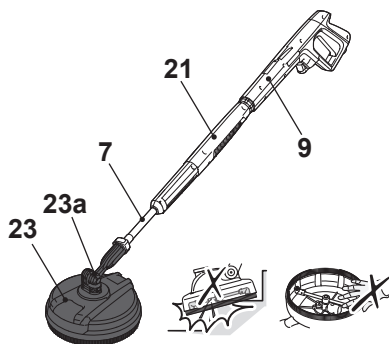

Fig. 12
4. Ajuste firmemente a lanca de extensão curta (21) girando a luva (21b) sentido horário (etapa 3).
5. Alinhe e insira as linguetas (7a) da lanca de extensão (7) nas ranhuras da porta de conexão da lanca de extensão curta (21) (etapa 4).
6. Fixe com segurança a lanca de extensão (7) girando-a no sentido horário para travá-la no lugar (passo 5). Certifique-se de que a seta da lanca de extensão curta se alinha com a seta da lanca de extensão.
7. Prenda a escova para pátio (23) na lanca extensora (7) (Fig.12).